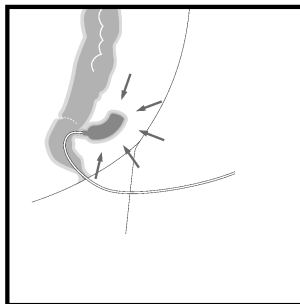

Fig. 4
17. Verifique a posição da esponja utilizando o endoscópio. (Fig. 4)